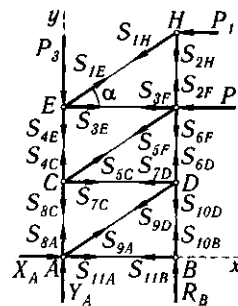
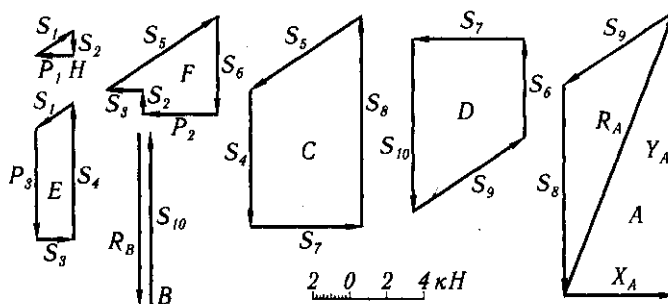

Рис. 12
Рис. 13
2. *Определение сил в стержнях фермы способом вырезания узлов.* Стержни, сходящиеся в узле фермы, являются для узлового соединения связями. Отбросим мысленно связи и заменим их действие на узлы реакциями. На рис. 12 показаны узлы фермы с приложенными к ним активными и реактивными силами.
Для проверки расчета полезно для каждого узла построить многоугольник сил (рис. 13).
Для узла H откладываем в масштабе силу P_1 и проводим через конец и начало этого вектора направления реакций S_{1H} и S_{2H} до их взаимного пересечения. Стрелки векторов \vec{S}_{1H} и \vec{S}_{2H} ставим так, чтобы силовой треугольник был замкнут. Для этого на рис. 13 стрелку \vec{S}_{1H} пришлось направить в сторону, противоположную показанной на рис. 12, — это соответствует знаку минус в аналитическом решении. При построении многоугольника сил для узла E откладываем силы \vec{P}_3 и \vec{S}_{1E} (направляется противоположно \vec{S}_{1H}) и проводим до взаимного пересечения направления реакций S_{3E} и S_{4E} и т. д. Измеренные в